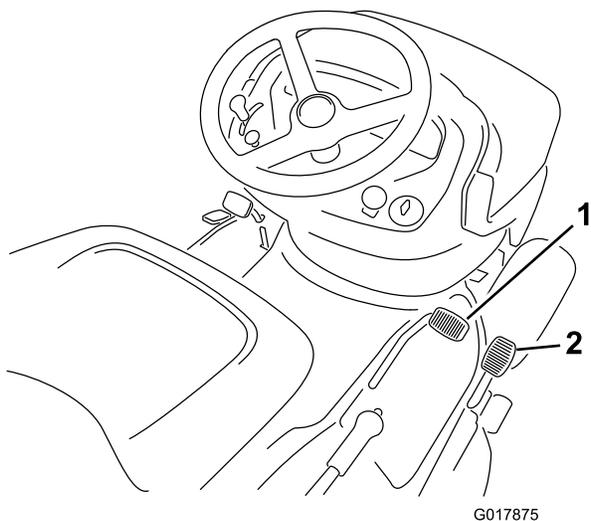

Figure 14
- Posez le pied sur la pédale de déplacement en marche avant et appuyez doucement sur la pédale pour avancer (Figure 14).
2. Posez le pied sur la pédale de déplacement en marche arrière et appuyez lentement dessus pour reculer (Figure 14).